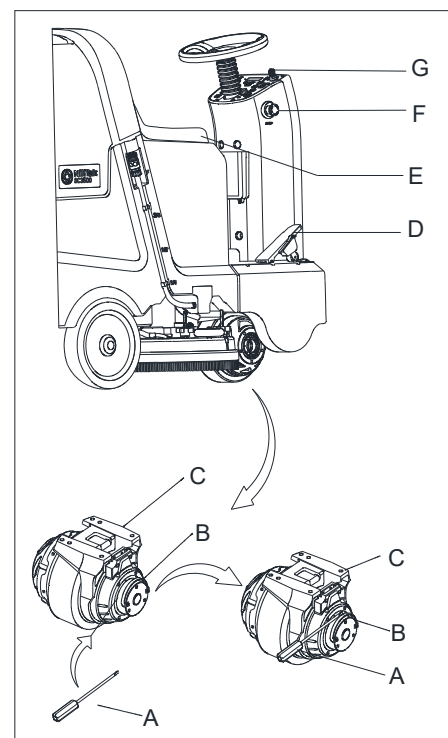

Рисунок 6
1. Поверните ключ зажигания (G, Рисунок 6) в положение "ВКЛ"
2. Нажмите педаль привода (D, Рисунок 6) слегка, затем ослабьте ее, чтобы проверить, может ли машина двигаться вперед и останавливаться.
3. Чтобы убедиться в безопасности, проверьте, действительно ли машина может быть немедленно остановлена нажатием аварийной кнопки (F, Рисунок 6). Поверните кнопку аварийной остановки, чтобы отменить ее.
В некоторых особых случаях, например, упаковка и распаковка машины, неисправность машины и т.п., когда необходимо передвинуть машину без включения двигателя, пожалуйста, вставьте отвертку A (Рисунок 6, A) в пазы (Рисунок 6) между тормозами (Рисунок 6, B) и двигателем (Рисунок 6, C), тормоз машины будет спущен и машину можно передвинуть, после выполнения всех действий выньте отвертку, иначе невозможно будет запустить машину.